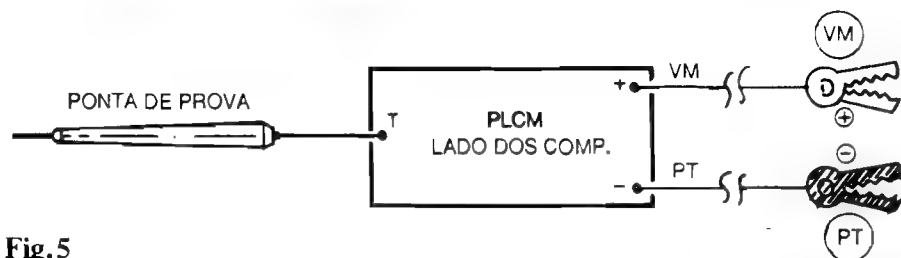

Fig.5
- FIG. 5 - CONEXÕES EXTERNAS À PLACA - As (poucas...) ligações externas resumem-se na conexão da ponta de prova (ao ponto T...) e da cabagem polarizada (**positivo** = vermelho, **negativo** = preto) às duas ilhas destinadas à entrada da alimentação... Observem que os dois cabos polarizados de alimentação "terminam" (nas extremidades "longe" da placa...) nas respectivas garras "jacaré" (também com as cores codificando as polaridades...). Esses cabos, destinados à